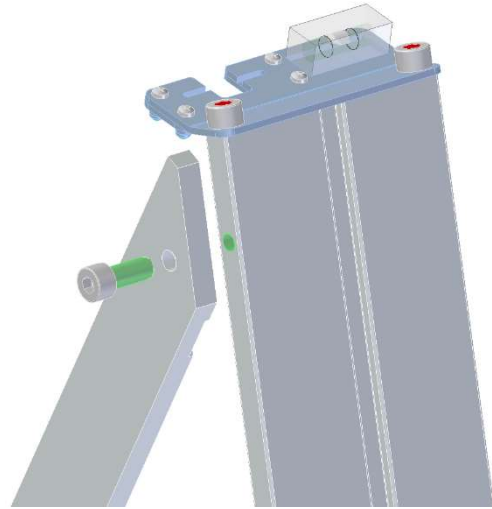

Fig. 1: Montaje del puntal de apoyo en el caballete de soporte
- Se afloja el tornillo (ver Fig. 1), se abre el puntal de apoyo en la posición de erección.